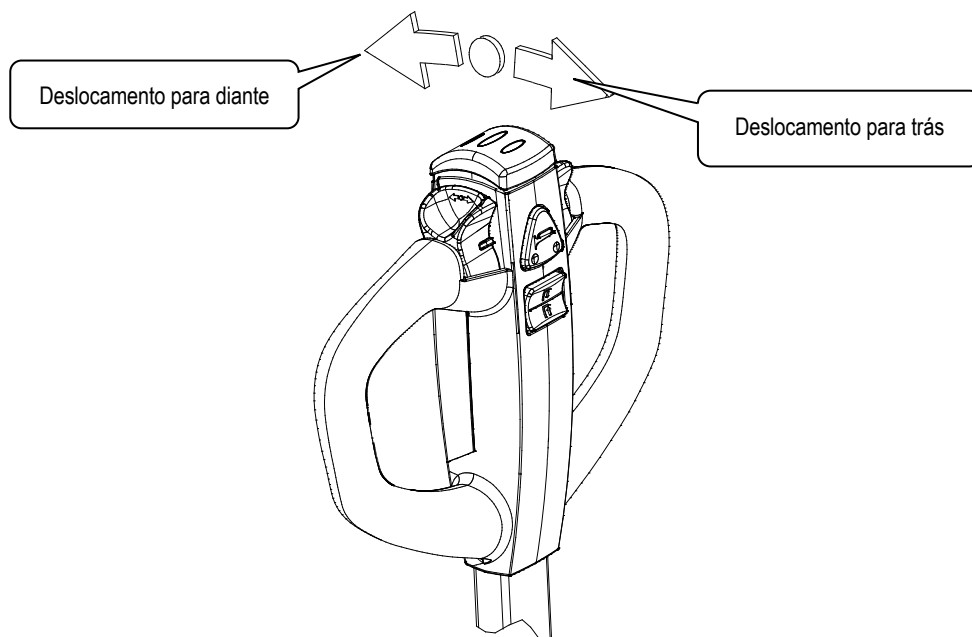

Figura 13
- Movimente lentamente o comando do Figura 12 ara pôr a máquina em marcha. Como mostramos na Figura 13, a direcção para a qual mover o comando do acelerador, será a direcção para onde o porta-paletes se deslocará.